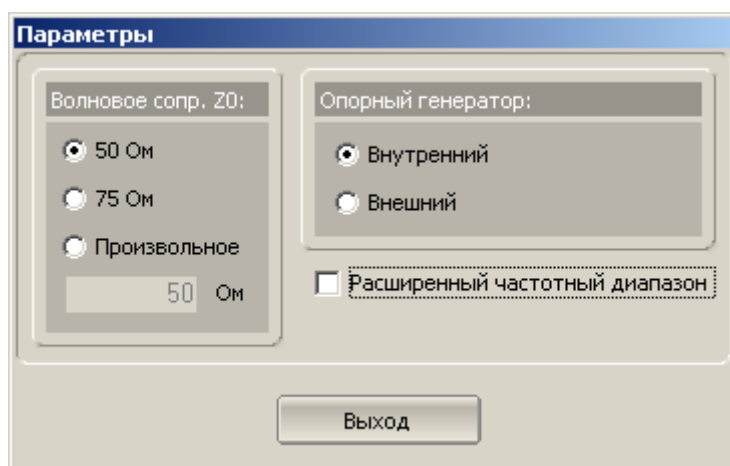

Рисунок 30.4. Установка параметров прибора.
- 30.4 Управление внутренним электронным коммутатором источника опорной частоты осуществляется программным путем из пункта меню «Настройки/Параметры...» (рисунок 30.4.).